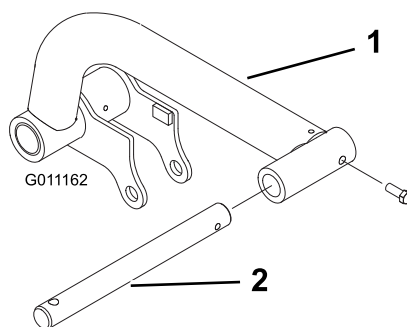

Figura 14
- Insira uma haste de articulação em cada braço de elevação e alinhe os furos de montagem (Figura 14).